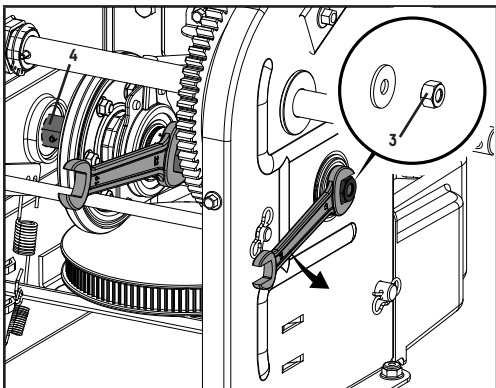

Figure 45
4. Enlevez prudemment l'écrou hexagonal M10 (3) qui fixe l'arbre hexagonal (4) au châssis de la souffleuse à neige, puis tapotez doucement sur l'extrémité de l'arbre pour déloger le roulement à billes du côté droit du châssis. (figure 45).